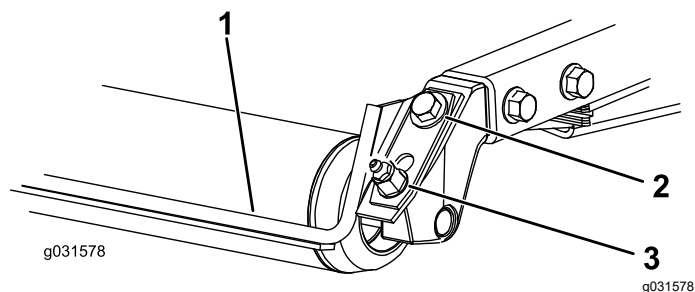

図 19
1. グリスフィッティングと取り付けねじをゆるめる 図 19。